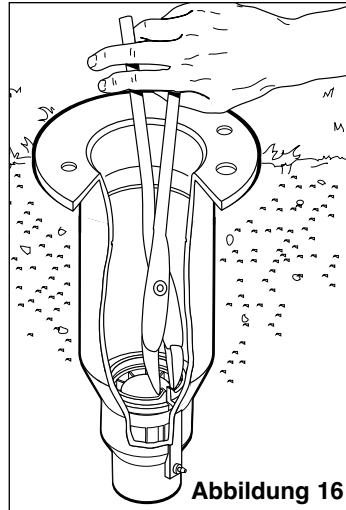

Abbildung 16
1. Siehe **WARNUNG** oben. Zum Ausbau der Ventilbaugruppe die Ösen des Sprenglings mit einer Sprengringzange (Artikel Nr. 995-100) zusammendrücken und den Sprengring aus dem Regnergehäuse ausbauen. Siehe **Abbildung 16**.